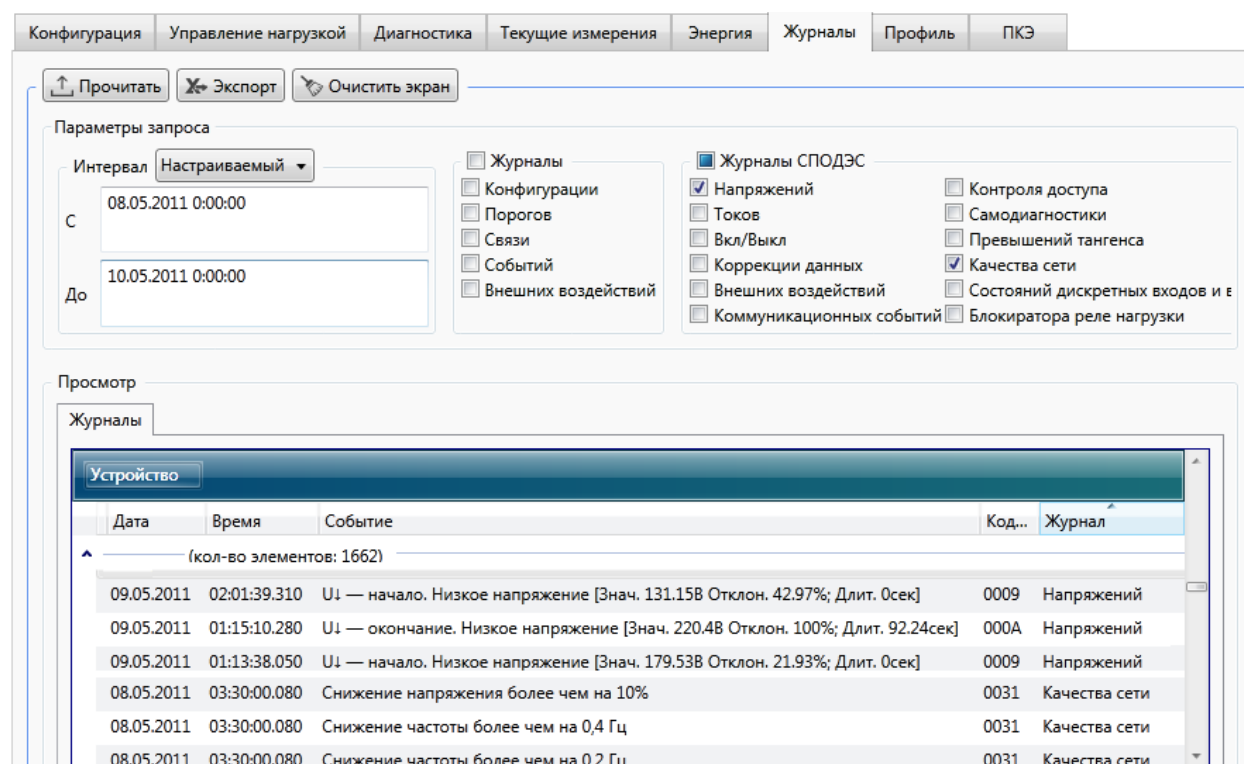

Рисунок 9.52 – Просмотр журналов напряжений и параметров качества сети
9.6.6.8 Для просмотра журналов напряжений и параметров качества сети необходимо перейти на вкладку *Журналы* области параметров программы КОНФИГУРАТОР (рисунок 9.52).